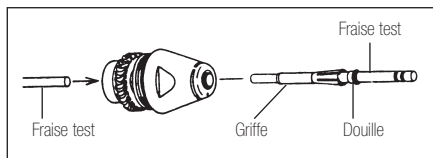

Fig.12
- 3) Lorsque l'écrou du rotor est desserré, sortez la Griffes précautionneusement avec une fausse fraise ou la tige de la fraise depuis l'arrière de la cartouche ; la douille et la Griffes sortiront (Fig.12).